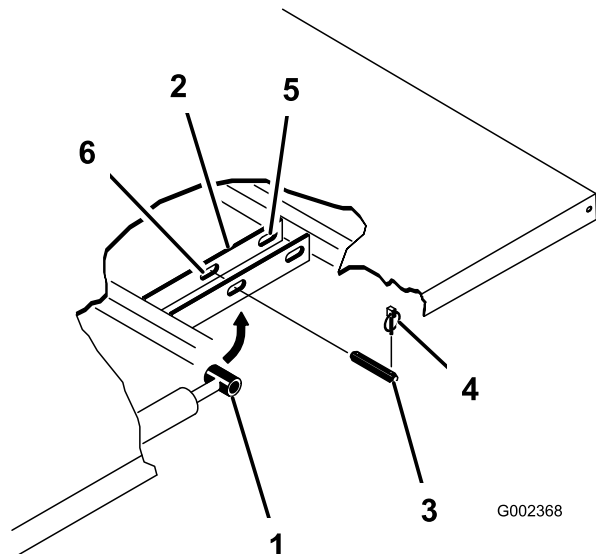

Figure 23
3. Retirez les goupilles à anneau aux extrémités extérieures des axes des tiges de vérins (Figure 23).
4. Retirez les axes de chape qui fixent les côtés tiges des vérins aux plaques de montage du plateau en les poussant vers l'intérieur (Figure 23).
5. Enlevez les goupilles à anneau et les axes de chape qui fixent les supports de pivot aux profilés du cadre (Figure 23).